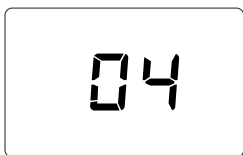

fig. 5- Inschakeling / Softwareversie
- De eerste 5 seconden verschijnt op het display de softwareversie van de printplaat (fig. 5).